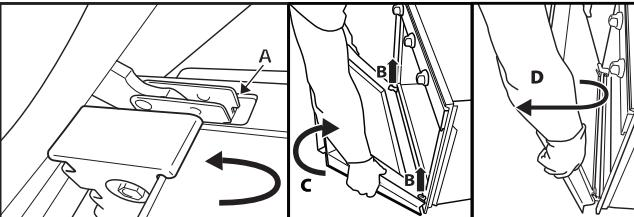

Fig.2
3. Fermez complètement la porte (A), soulevez-la (B) et faites-la pivoter (C) jusqu'à ce qu'elle se décroche (D) (Fig. 2).